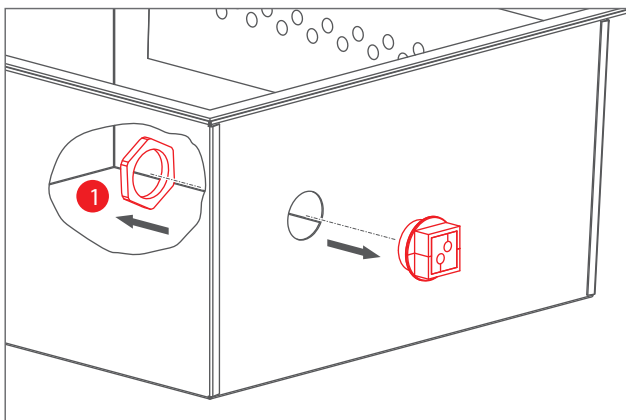

Abb. 3 Kabeldurchführung ausbauen
2. Schrauben Sie nun die Überwurfmutter (1) der Kabeldurchführung auf der Innenseite der RETRON BOX ab. (Ziffer 5.1, Abb.3)
3. Ziehen Sie die Kabeldurchführung nach außen ab. (s. Abb. 3)
10. Schieben Sie die Kabeldurchführung von außen in das Loch in der RETRON BOX. (s. Abb. 3)
12. Schrauben Sie die Überwurfmutter (1) der Kabeldurchführung auf der Innenseite der RETRON BOX wieder an. (s. Abb. 3)